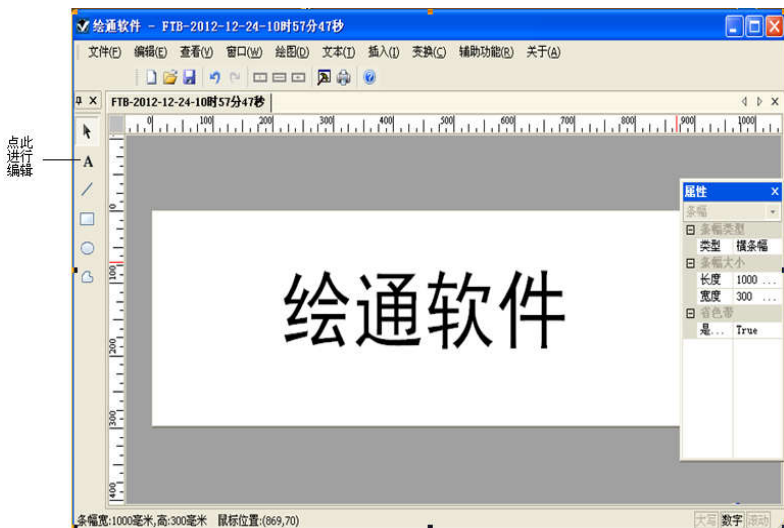

图 3-14：编辑打印内容示意图
**A** 将鼠标变成铅笔状，然后点击新建好的版面空白处，输入要打印的内容。编辑好界面如图 3-14。